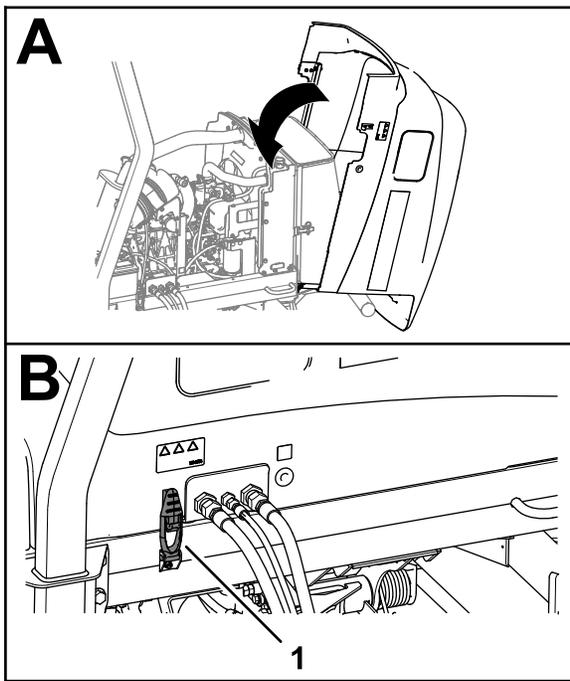

Figura 101
1. Fate ruotare con attenzione il cofano chiuso (Figura 101).